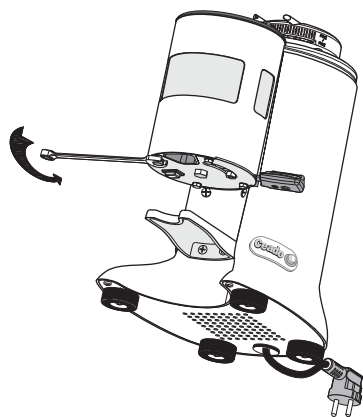

Fig. 9
- 1** Desenroscar el tornillo del fondo del dosificador como ilustrado en la Fig. 9, con una llave n° 10.